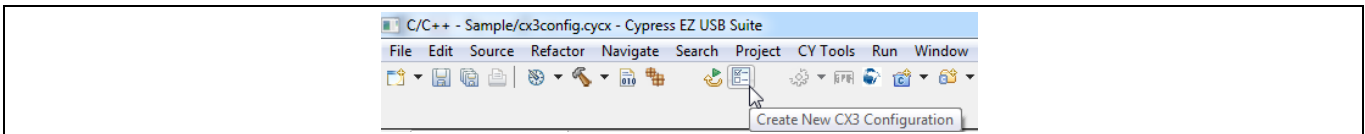
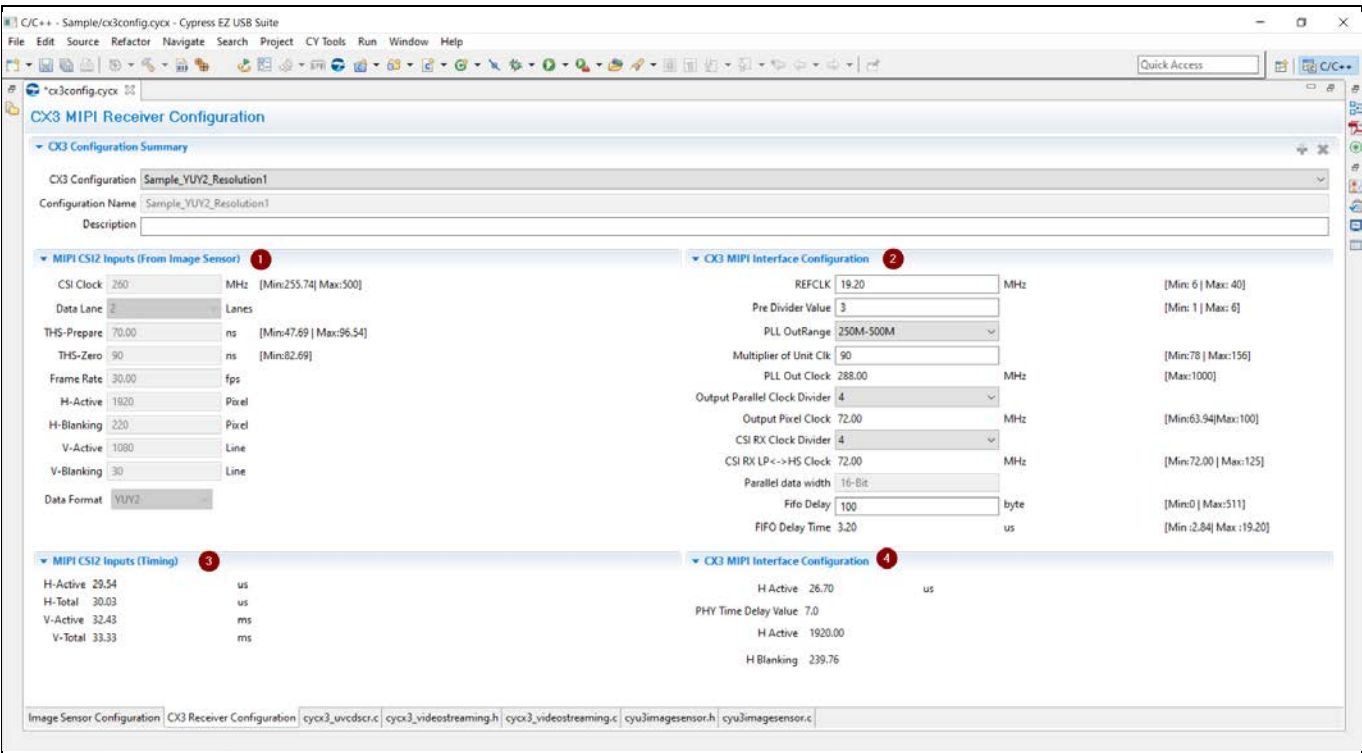

Figure 20 CX3 配置工具快捷方式
Figure 23 CX3 MIPI 接收器配置工具
英飞凌提供了一个 CX3 配置工具 (Figure 20 至 Figure 23 所示的屏幕截图)，以便生成 CX3 项目。使用该工具可以根据用户输入生成完整的 CX3 固件项目 (包含 UVC/供货商类别描述符、处理 UVC 请求、视频串流 DMA 引擎以及 MIPI CSI-2 控制器配置)。访问该工具并执行操作的流程详细介绍在 Steps to set up MIPI CSI camera solution with CX3 – KBA225748 中。请访问 Help > Help Contents > Cypress EZ-USB™ Guides > EZ-USB™ Suite Guide > CX3 Configuration Utility 路径下的赛普拉斯 EZ-USB™ 套件 (Eclipse)，查看 CX3 配置工具帮助。
CX3 配置工具可用于生成一个完整的 CX3 项目或 MIPI 接收器配置 (该配置可添加到某个现存项目中)。本节简单介绍了 MIPI Receiver Configuration (MIPI 接收器配置) 选项卡中的各个字段 (Figure 23)。
**MIPI CSI2 输入：**请参考 Figure 23 中所标注的 ‘1’。这些字段都是 CSI-2 输入参数。例如，Figure 23 显示的是 CSI-2 传感器接口，另外 CSI 时钟频率为 260-MHz 传输 YUY2 Full HD (1080p)，各像素以 H-Blanking 为 220 像素，并且 V-Blanking 为 30 线。这些值要与 CSI-2 接口的实际参数相匹配，因为根据这些输入进行的计算用于验证 MIPI 控制器配置参数。
**MIPI CSI2 输入时序：**请参考 Figure 23 中所标注的 ‘3’。这些时序都是根据 CSI-2 输入参数计算得出的。
**CX3 MIPI 接口配置：**请参考 Figure 23 中所标注的 ‘2’。本节所提供的参数用于配置 MIPI CSI-2 控制器中使用的三个时钟 (PLL 时钟, CSI RX LP <-> HS 时钟, 并行输出像素时钟)。更多有关这些时钟的信息, 请参考 CX3 技术参考手册 中的第 1.7 节。
设置时, FIFO 延迟参数将在并行输出的每个线开头添加一个延迟。当输出并行像素时钟设置值大于该工具所建议的输出并行像素 PCLK ‘最小值’ 时, 需要使用 Fifo 延迟参数。Figure 23 介绍了 FIFO 延迟的基本概念。必须指出的是, FIFO 延迟参数的最小值和最大值不是通过对 MIPI H-有效时间和输出并行 H-有效时间进行简单减法计算得出的。在 MIPI 控制器中, 只有一个行缓冲区可用, 在计算 FIFO 延迟时间时, 需要计算该缓冲区。该工具负责进行此项调整。